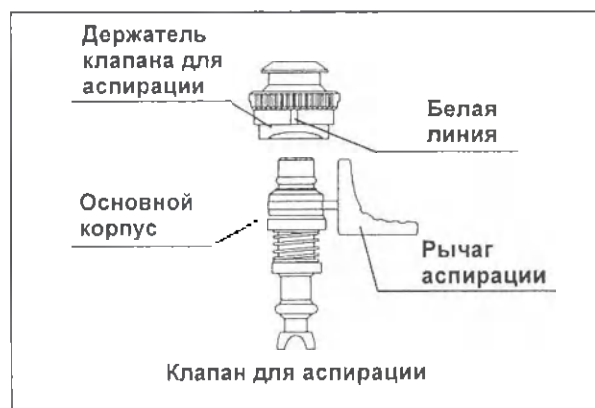

Рис. 3.3
1. Осмотрите клапан для аспирации (MD-493) на наличие повреждений (см. Рис. 3.3).